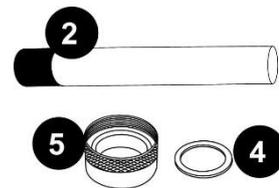

FIGURA 7
5. Remova a porca de compressão da **vedação de quartzo** (5) girando-a no sentido anti-horário. Figura 5. Use um par de alicates de bloqueio de canal, se necessário, Figura 6. Observe que há uma compressão de aço inoxidável arruela (4) que desliza sobre o tubo de quartzo, guarde a arruela (4) para uso posterior, Figura 7.
6. Agora você está pronto para limpar ou substituir o tubo de quartzo (2). Para limpar o tubo de quartzo (2), siga os passos 7 e 8 e prossiga a partir do passo 9. Para substituir o tubo de quartzo (2), ignore os passos 7 e 8 e prossiga a partir do passo 9.